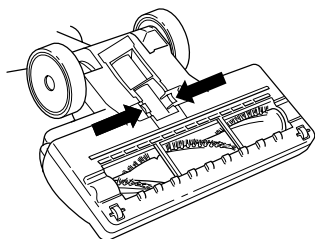

Fig. 31
- Mettez la brosse à planchers motorisée à l'envers et détachez le tuyau souple à l'arrière de l'aspirateur portatif en pressant les onglets ensemble et en tirant le tuyau vers le haut. Redressez le tuyau souple et inspectez l'intérieur pour détecter toute obstruction. (Fig. 31)